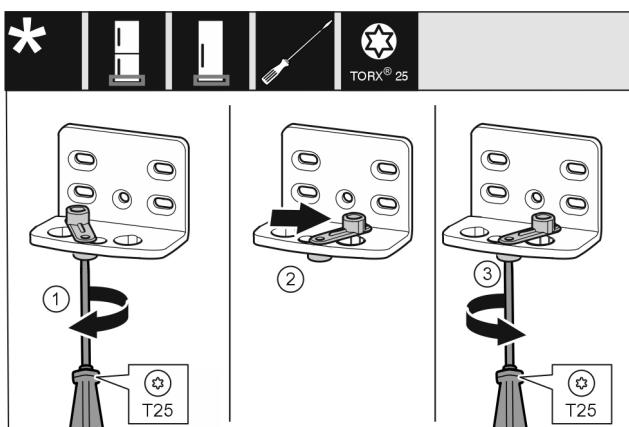

Fig. 13
- С отвертка завийте хлабаво винта Fig. 13 (1).
- Повдигнете помощното приспособление за затваряне Fig. 13 (2) на вратата и го завийте в отвора с 90° надясно.
- С отвертка затегнете винта Fig. 13 (3).